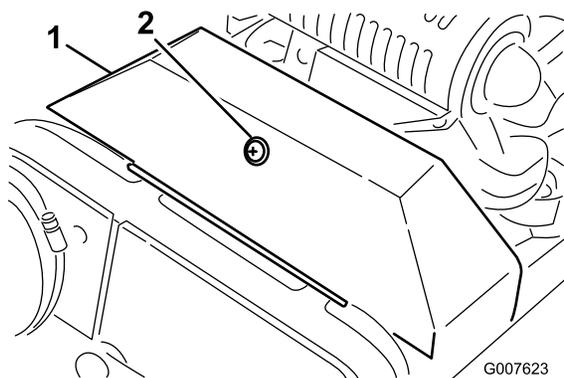

Figura 33
2. Desaperte a fixação que prende a cobertura da correia em V e incline a abertura da cobertura (Figura 33).